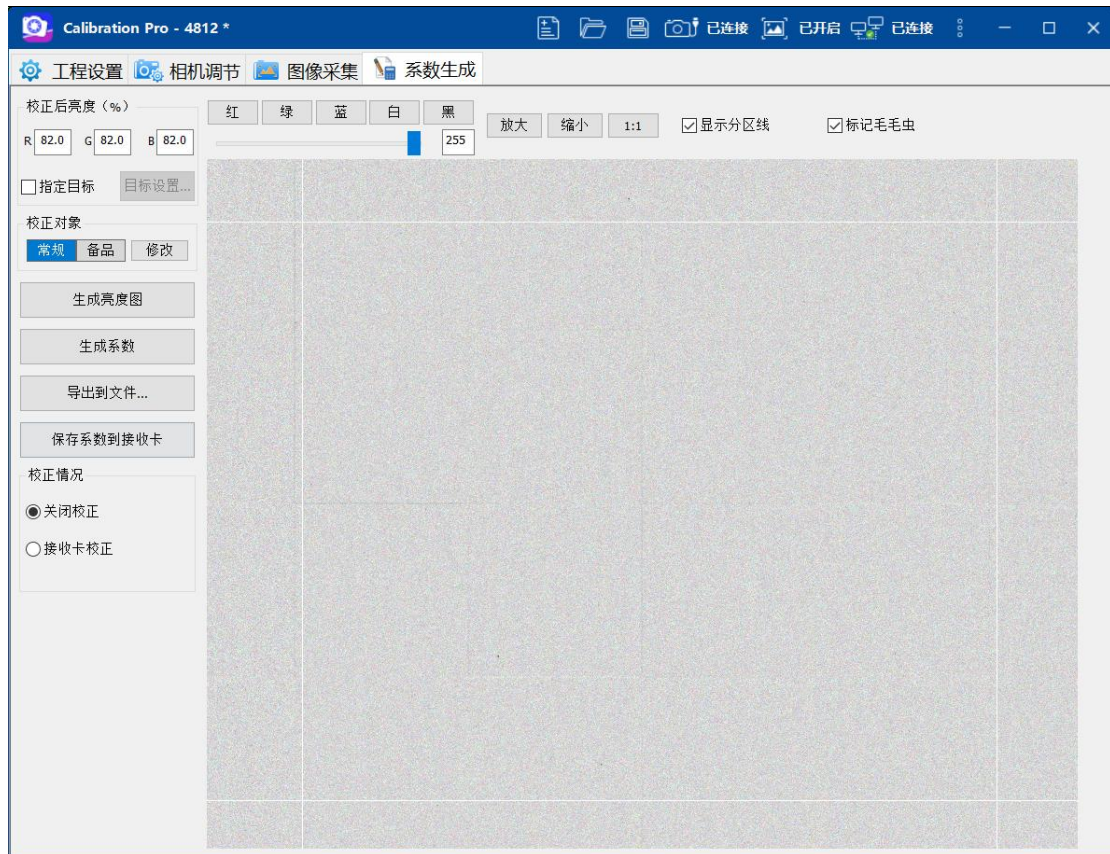

图 3-47 生成系数
- 1、在“生成系数”选项中，常规屏校正，点击“生成亮度图”，如图 3-47；